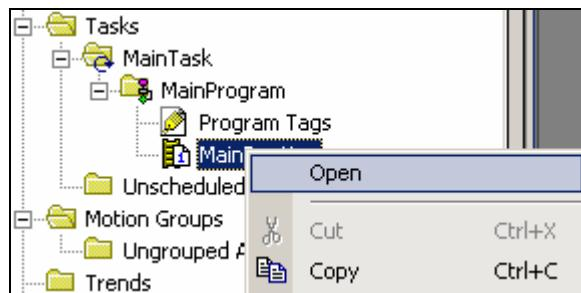

图 3-50 打开主例程
37. 输入梯形图逻辑。右键单击 *MainTask->MainProgram->MainRoutine*，从弹出菜单中选择 *Open* (打开)，如图 3-50 所示。